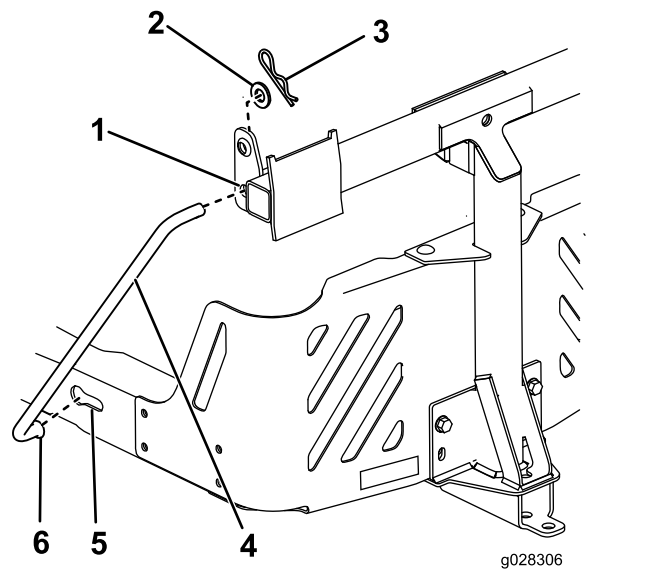

Bild 14
5. Setzen Sie das gebogene, flache Ende einer Stange in den verkeilten Schlitz an der linken Seite des Maschinenrahmens ein und bewegen die Stange nach hinten, damit sie im Rahmen sitzt (**Bild 14**).
6. Setzen Sie die gebogenen Enden der Stangen in die Anbaugeräbefestigung ein, wie in **Bild 14** abgebildet, und befestigen Sie das Ende jeder Stange mit einer Scheibe und einem Splint.